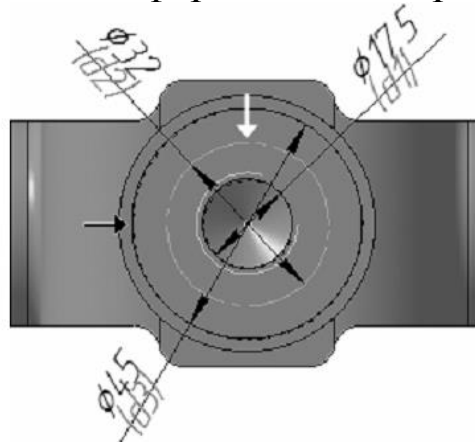

Рисунок 45.
8. Проставьте диаметральные размеры к круглому ребру цилиндрической бобышки (черная стрелка), присвойте ему имя переменной d3, включите флажок Информационный размер (рис. 45)